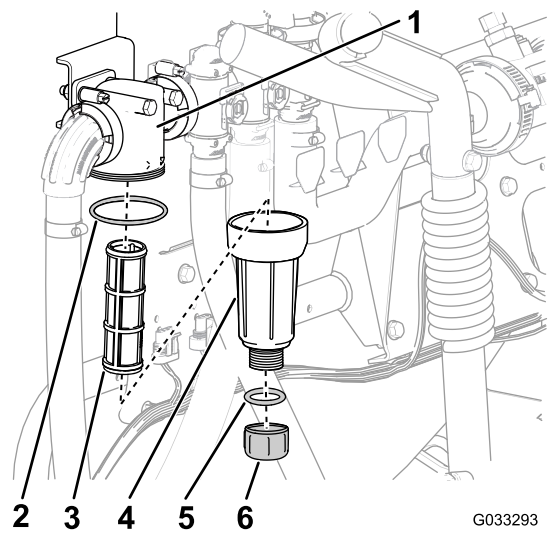

Figure 55
- Placez un bac de vidange sous le filtre de pression (Figure 55).
3. Tournez le bouchon de vidange dans le sens antihoraire et déposez-le de la cuvette du filtre de pression (Figure 55).
4. Tournez la cuvette dans le sens antihoraire et déposez la tête du filtre (Figure 55).
5. Retirez l'ancien élément du filtre de pression (Figure 55).
6. Contrôlez l'état et l'usure du joint torique du bouchon de vidange (à l'intérieur de la cuvette) et du joint torique de la cuvette (à l'intérieur de la tête du filtre) (Figure 55).
7. Placez le nouvel élément filtrant dans la tête du filtre de pression (Figure 55).
8. Vissez la cuvette sur la tête du filtre et serrez-la à la main (Figure 55).
9. Vissez le bouchon sur la cuvette à la main (Figure 55).